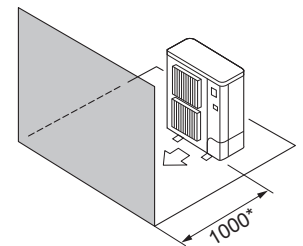

Fig. 2-6
- ④ Hindernisse nur auf der Vorderseite (Fig. 2-6)